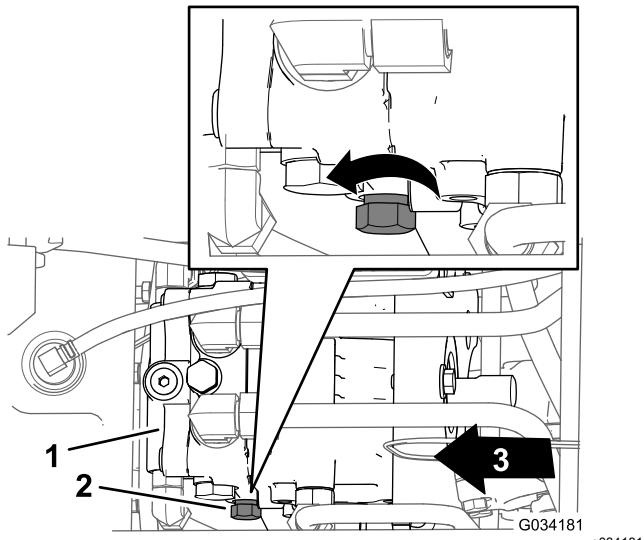

Figura 32
2. Localize o manípulo de controlo para a válvula de derivação no lado esquerdo da bomba hidráulica (Figura 32).
3. Rode o manípulo de controlo três voltas para o lado contrário aos ponteiros do relógio (Figura 32).
1. Localize o manípulo de controlo para a válvula de derivação no lado esquerdo da bomba hidráulica (Figura 32).
2. Rode o manípulo de controlo (Figura 32) no sentido dos ponteiros do relógio até que sinta uma resistência (a válvula de derivação está fechada).